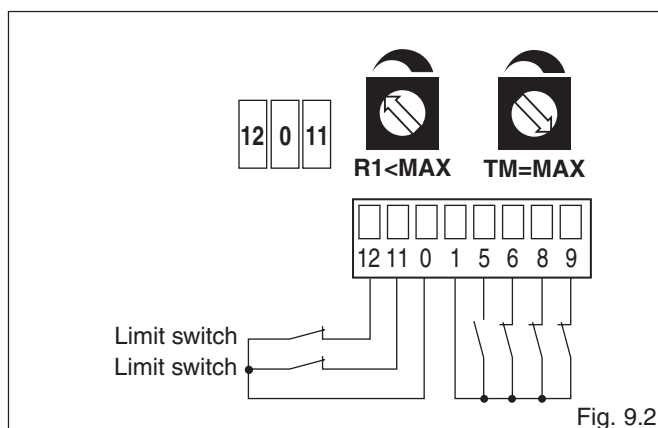

Fig. 9.2
- (Fig. 9.2) **Le vantail s'arrête sur les fins de course et inverse le mouvement sur les obstacles.** Fixer un temps de manœuvre $TM = MAX$ et relier les contacts N.F. des fins de course d'ouverture et de fermeture aux bornes 0-11-12. Avec ces liaisons, le vantail s'arrête quand les fins de course se déclenchent.